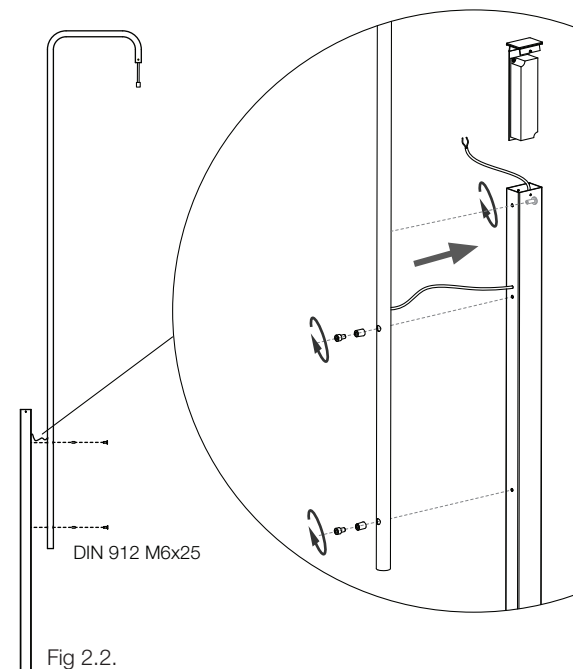

Fig 2.2.
2.2. Pasar el cable como muestra la Fig 2.2. Posicionar y anclar el tubo principal al cuerpo central rectangular con los dos tornillos.
2.2. Run the cable as shown in fig 2.2. Position and anchor the main tube to the rectangular central body using the two screws supplied.
2.2. Führen Sie das Kabel wie in Abb. 2.2 gezeigt. Positionieren und verankern Sie das Hauptrohr am rechteckigen Zentralkörper mit den beiden mitgelieferten Schrauben.